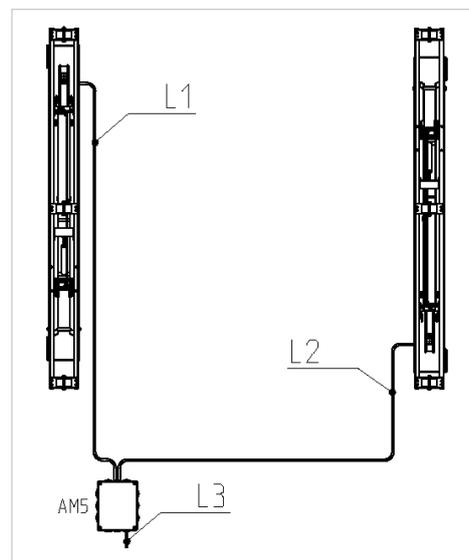

Abbildung 2: Systemplan
Zulässige Leitungslänge vom AM 5a-S-1 bis zu den Antrieben: L1 = L2 = <3m (Abbildung 2)
-  Der Querschnitt der Leitung L3 (Abbildung 2) zwischen AM 5 und Zentrale ist so zu dimensionieren, dass auch bei Vollast der Spannungsabfall zwischen Zentrale und Antrieb 2V (24VDC) 4V (48VDC) nicht überschreitet (siehe Dokumentation der Zentrale).
Zur Steuerung der Antriebe nur gegenseitig mechanisch verriegelte Lüftungstaster mit kontaktloser Mittelstellung „keine Umschalter“, mit selbstständigem Rückgang aus beiden Schaltstellungen verwenden (Abbildung 2). Das direkte Umschalten der Fahrtrichtung während der Antrieb läuft ist nicht zulässig und kann zu Defekten führen (ca. 2s Pause erforderlich).